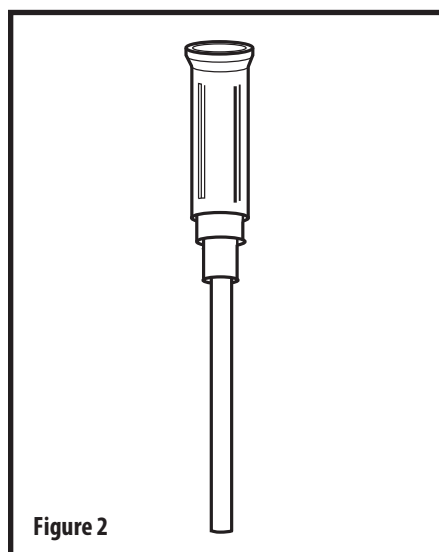

Figure 2
7. Inserte la cánula introductora (Fig. 2) en el puerto yeyunal hasta que el cubo esté en contacto con el puerto de alimentación yeyunal y la cánula introductora sea claramente visible en el interior de la sonda. La cánula introductora abre la válvula unidireccional y la protege contra daños causados por el alambre guía.